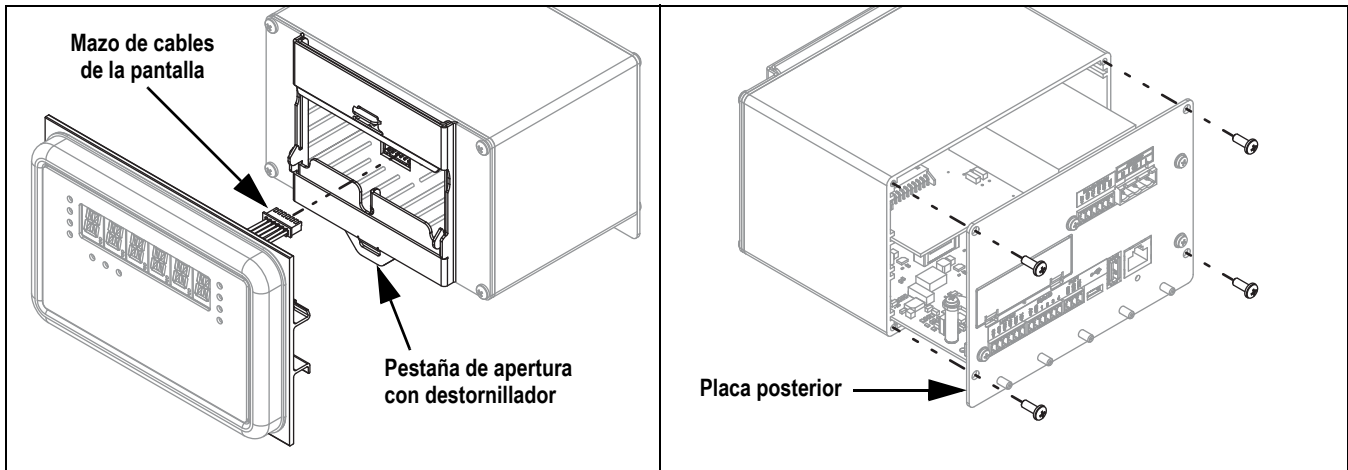

Figura 2. Retirada del panel frontal y la placa posterior
2. Desenganche el bloque del controlador del carril DIN del panel frontal; para ello, introduzca un destornillador plano en la pestaña inferior y deslice la placa de montaje hacia abajo (Figura 2). Debido al ángulo de la parte del gancho del soporte DIN, quizá cueste un poco desconectarlo.